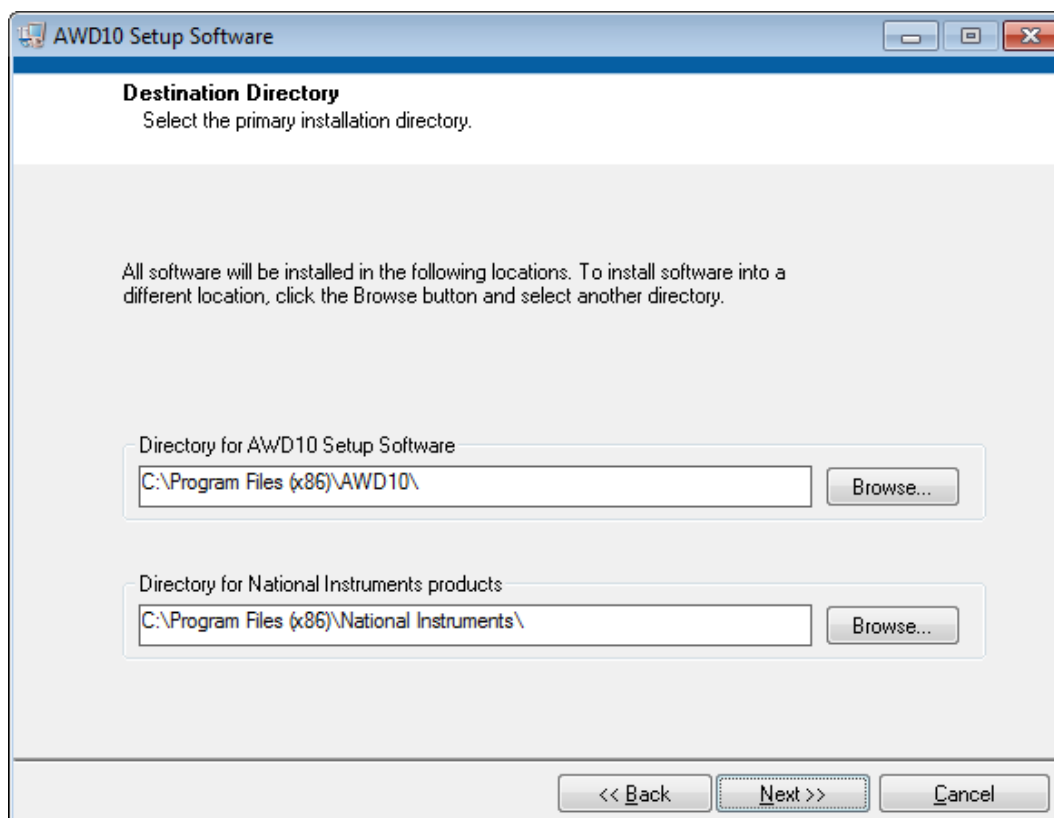

Рисунок 1 – Окно выбора пути установки ПО
4. В появившемся окне (см. рисунок 1) необходимо выбрать путь установки ПО или согласиться с предложенным вариантом по умолчанию и нажать кнопку «Next».